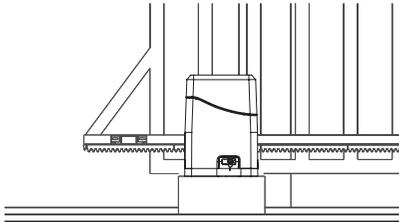

Fig.4
- En algunos casos, el largo de la cremallera quedará mayor que el largo del portón. En estos caso, es necesaria la confección de una mano francesa para una mejor fijación como lo ilustra la (fig.4)